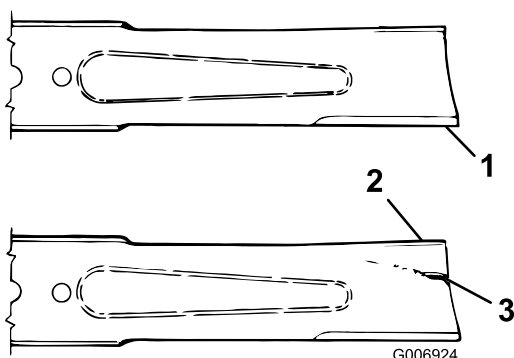

Figura 69
reunión entre la parte plana y la parte curva de la cuchilla (Figura 69).
4. Si se aprecia desgaste (Figura 69), cambie la cuchilla; consulte Mantenimiento del plano de la cuchilla (página 62).
Si se permite que la cuchilla se desgaste, se formará una hendidura entre la vela y la parte plana de la cuchilla (Figura 69). Con el tiempo, una parte de la cuchilla puede desprenderse y ser arrojada desde debajo de la carcasa, posiblemente causando lesiones graves a usted o a otra persona.